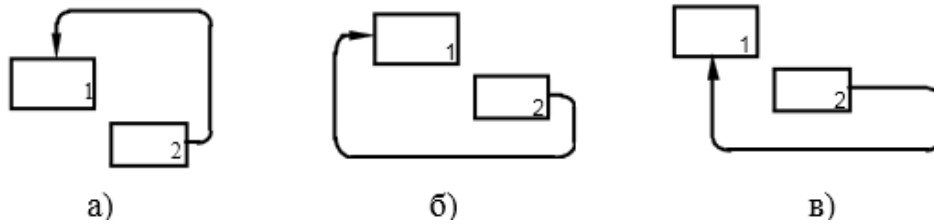

Рисунок 1.5 – Рекомендуемое изображение обратных связей
11. Обратные связи по управлению должны быть показаны как «вверх и над» (рисунок 1.5.а). Обратные связи по входу должны быть показаны как «вниз и под» (рисунок 1.5.б). Так же показываются обратные связи, которые играют роль механизма (рисунок 1.5.в). Таким образом обеспечивается минимизация количества пересечений линий обратной связи.